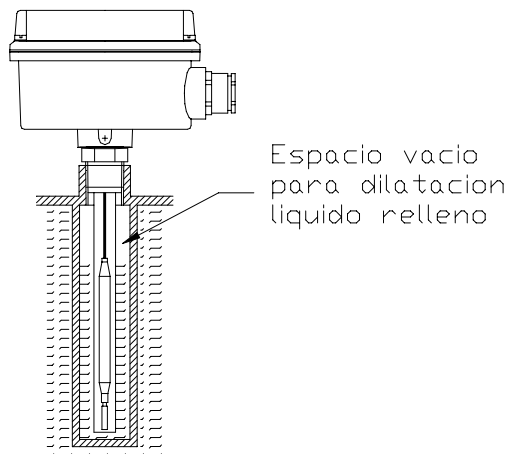

Fig. 3
• **Fundas adicionales de protección (Ver Fig. 3):**